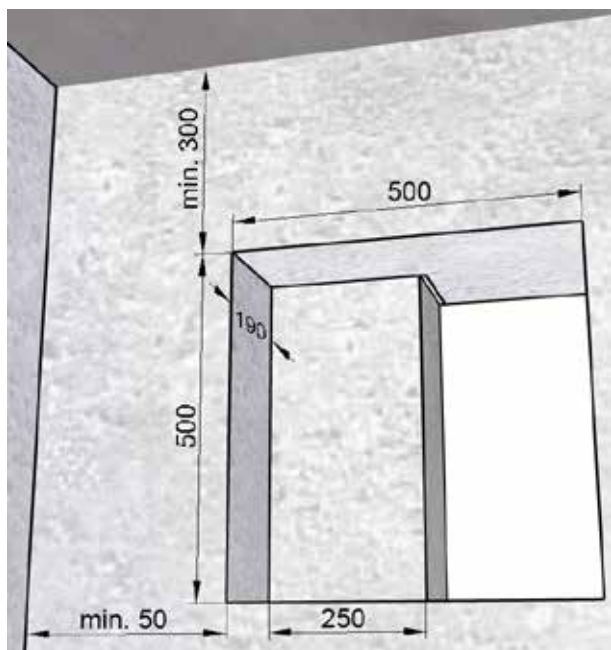

Fig. 8: Apertura del muro per set di montaggio **senza** elemento di riempimento, misure in millimetri
- apertura del muro con nicchia (vedere la Fig. 8 a pagina 14) per set di montaggio **senza** elemento di riempimento M-WRG-M/Fü
- apertura del muro con nicchia (vedere la Fig. 8) per set di montaggio **senza** elemento di riempimento M-WRG-M/Fü